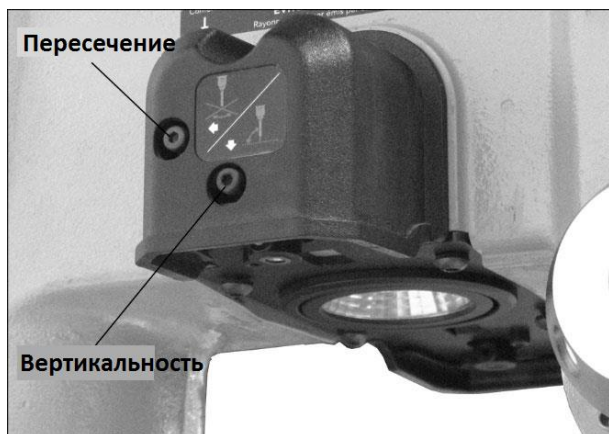

Рис. 8-9
4. Для вертикального выравнивания лазерной линии используйте винт, расположенный на фронтальной стороне узла лазера (Рис. 8-9). Вращайте винт (2,5 мм шестигранным ключом) и двигайте доску из стороны в сторону, пока лазерный луч (E) не будет проходить вровень с отметкой (B).
7. При помощи винта (Рис. 8-9), расположенного позади узла лазера, отрегулируйте пересечение. Вращайте винт, пока лучи лазера (М) не пересекут след-отверстие от сверла (L).